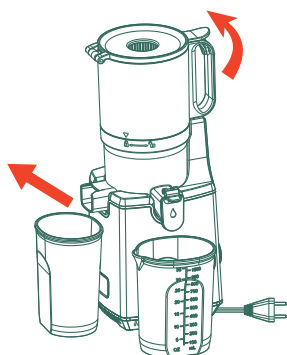

Abb. 10
1. Entfernen Sie die Saft- und Tresterbehälter und öffnen Sie den Deckel. (Abb. 10) -- **Zeigefinger in das Loch des Griffs und ziehen Sie den Auslöser, um den Sicherheitsschalter zu lösen.**